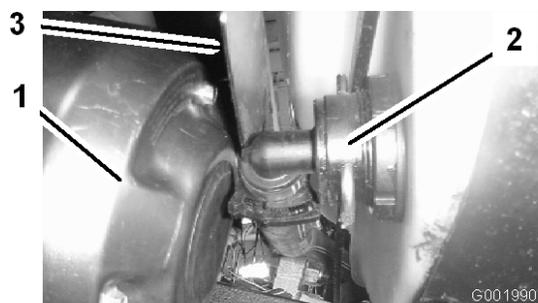

図 56
3. タンクの前壁の下にあるホースを外す（図 56）。
注 防熱シールド（図 56）を押しのけないとカバーが取り外せない場合があります。
7. タンク前面下のホースを接続する (図 56)。